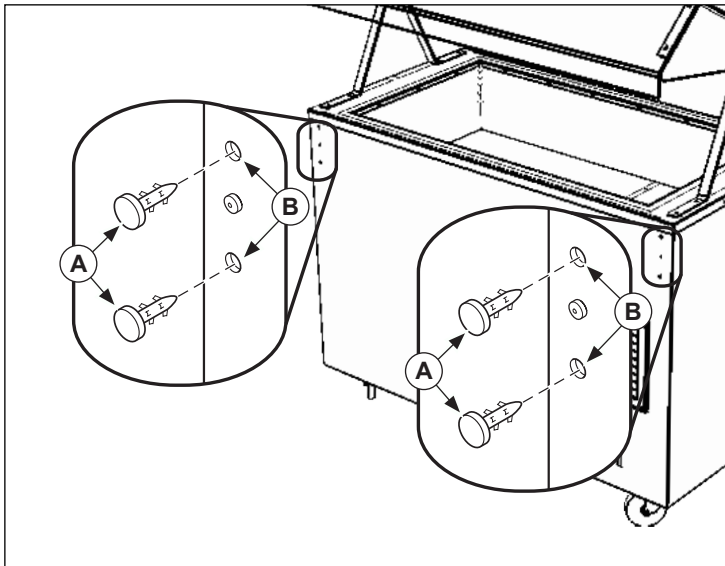

Figure 1. Retrait des bouchons
1. Enlevez les bouchons (A) des trous (B) de l'unité. Voir la figure 1.
2. Installez la vis (A), la rondelle d'arrêt (C) et la rondelle plate (C). Voir la figure 1. Reprenez sur les autres trous au besoin.